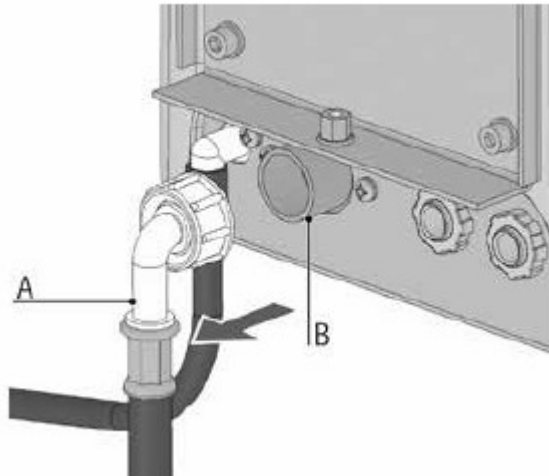

Рисунок 11
11.7.4.1 Чтобы открыть доступ к фильтру, открутите муфту А на шланге: фильтр находится внутри резьбовой муфты В электромагнитного клапана. (Рис.11)